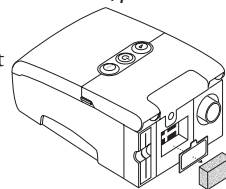

FIGURE 7-1 RETRAIT DES
2. Retirez le(s) filtre(s) du boîtier en appuyant doucement au centre et en tirant dessus pour le(s) dégager de l'appareil, comme le montre la Figure 7-1.